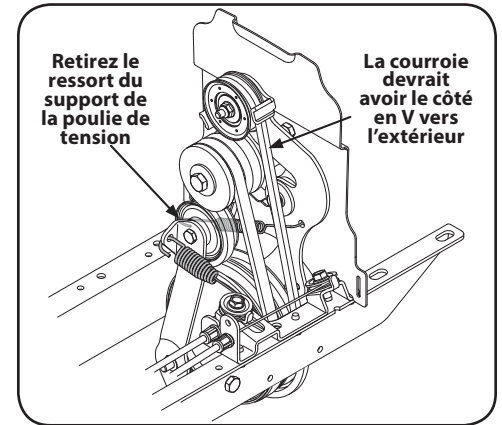

Figure 5-5
4. Enlevez le ressort du support de la poulie de tension. Voir Figure 5-5. À l'aide d'une pince à bec pointu, saisissez l'extrémité du ressort accrochée au châssis. Décrochez l'extrémité du ressort du châssis et relâchez doucement la tension en éloignant le ressort du châssis.